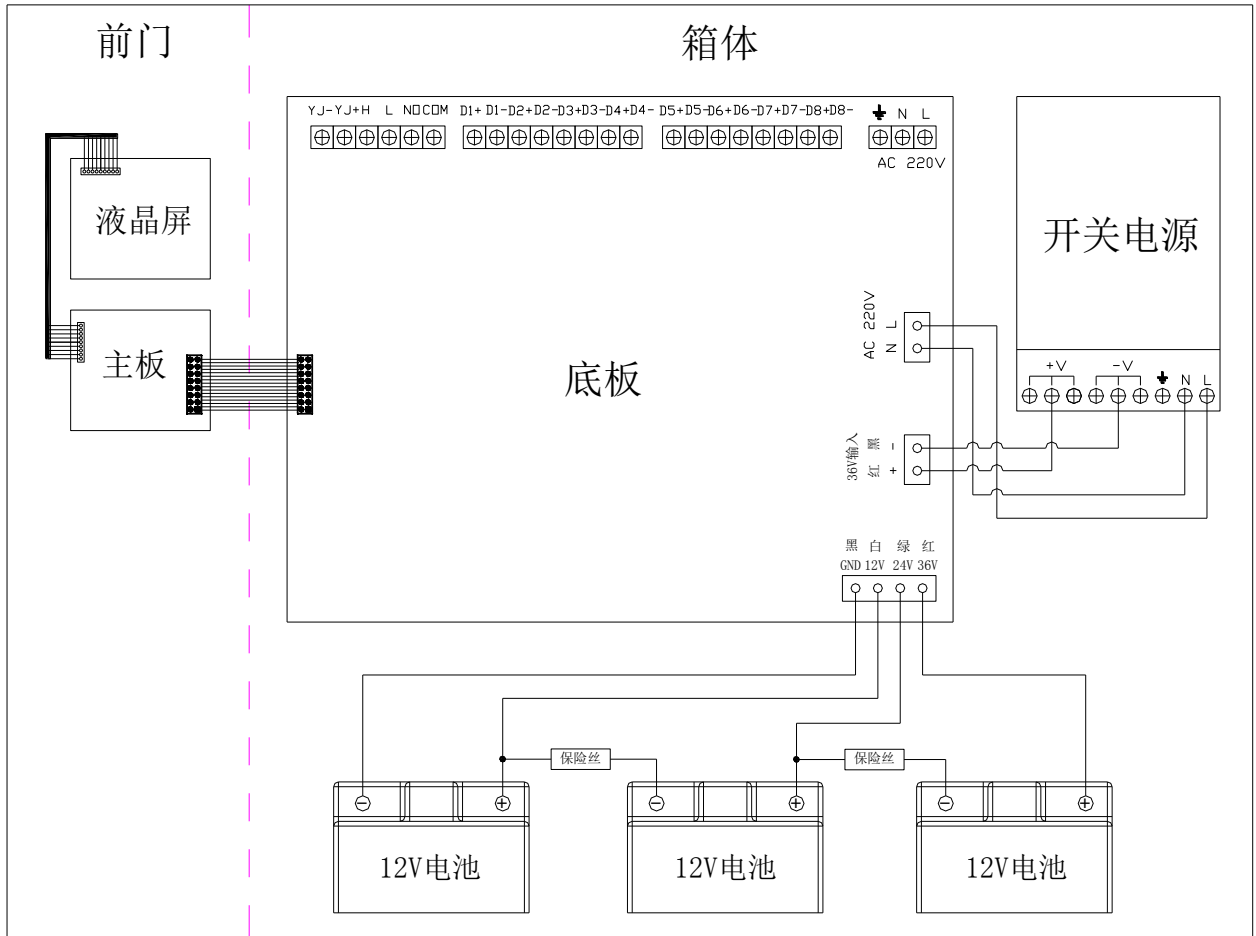

图4 内部接线图
2. 内部接线如下图 4 所示：
打开电池包装，根据图 4 内部接线图进行电池接线。